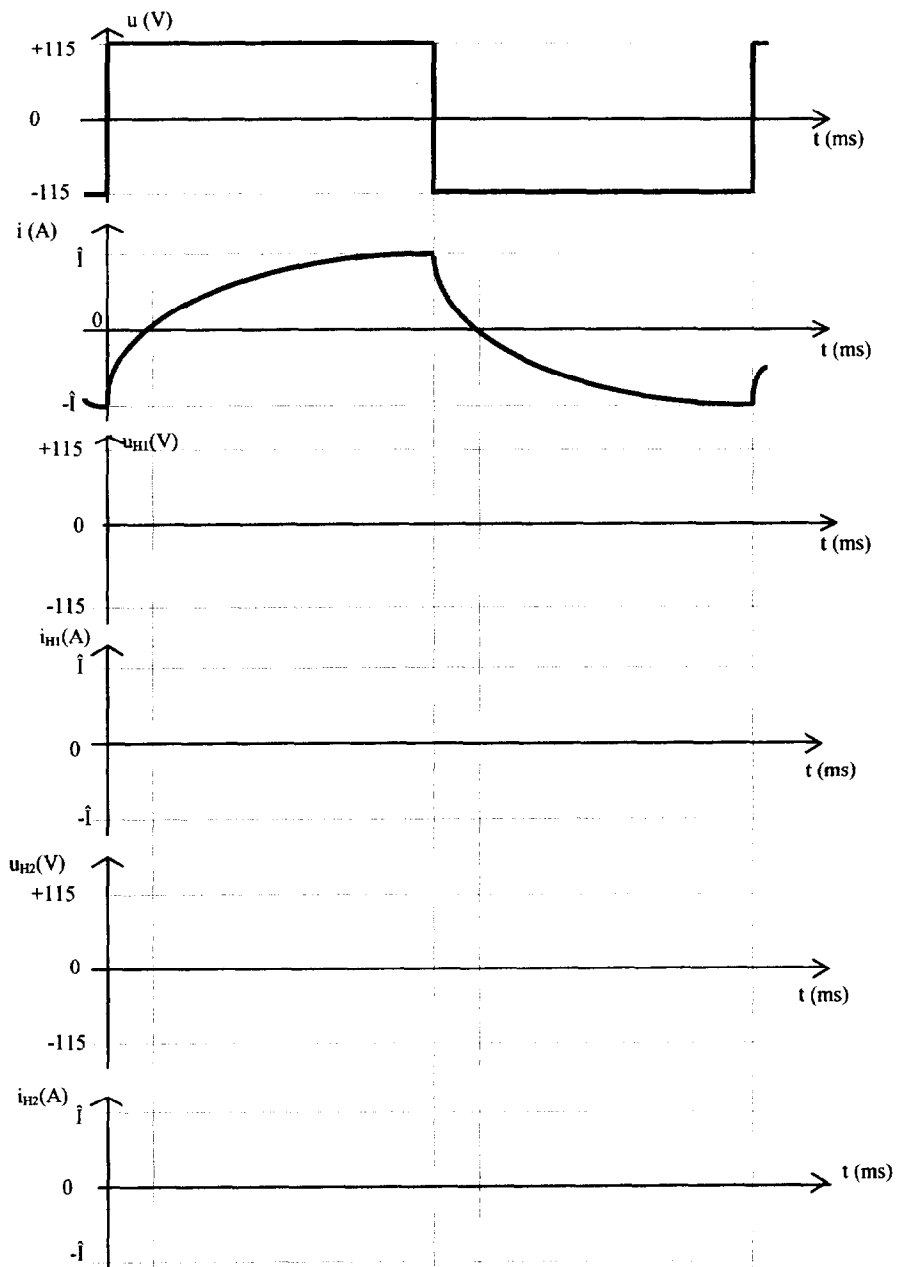

Figure 10
3.2- Compléter les chronogrammes concernant i_{H1} , u_{H1} , i_{H2} , u_{H2} sur la figure 10 dans le **document réponse**.
3.4- Calculer la valeur efficace U de la tension $u(t)$ aux bornes de la charge (le chronogramme de cette tension est indiqué figure 10 sur le **document réponse**).